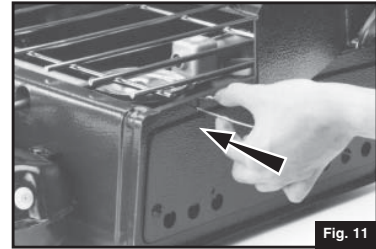

Fig. 11
■ Gire los DEFLECTORES DE VIENTO hacia afuera e inserte las PRESILLAS METÁLICAS dentro de las ranuras en los extremos de la estufa. (Fig. 11)